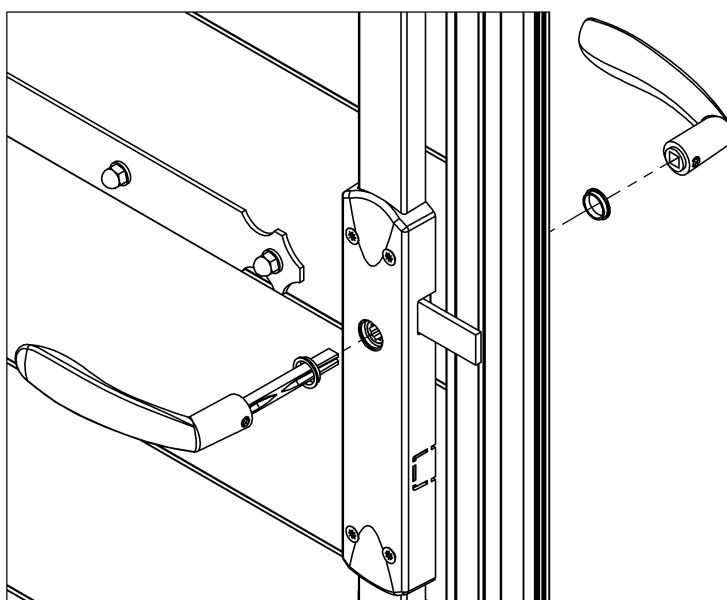

Figure 13
4. Installer la béquille (Fig. 13)